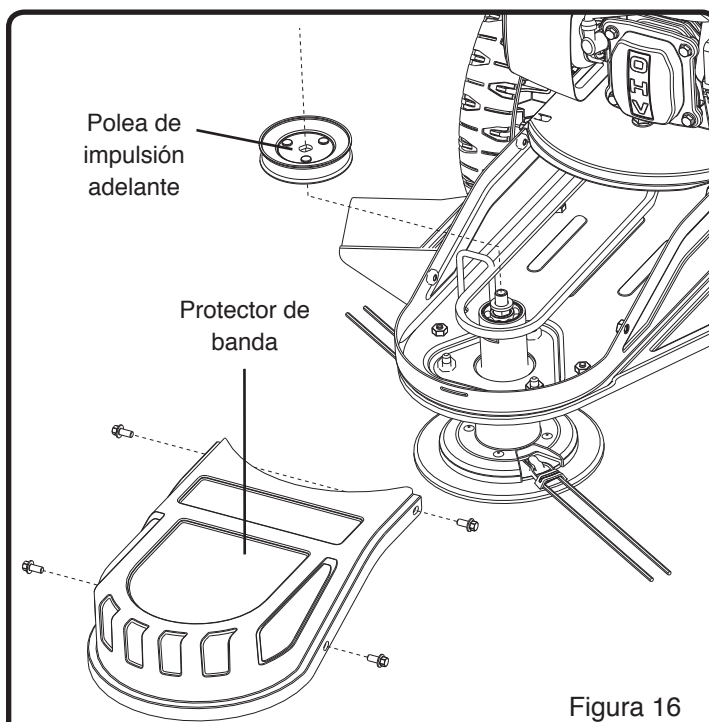

Figura 16
1. Quitar los cuatro sujetadores que mantienen el protector plástico de banda sobre la caja de la segadora de hilo. (Ver Figura 16)
3. Quitar la tuerca de brida y la arandela que mantienen la polea de impulsión adelante sobre el cabezal de la segadora de hilo. (Ver Figura 16)